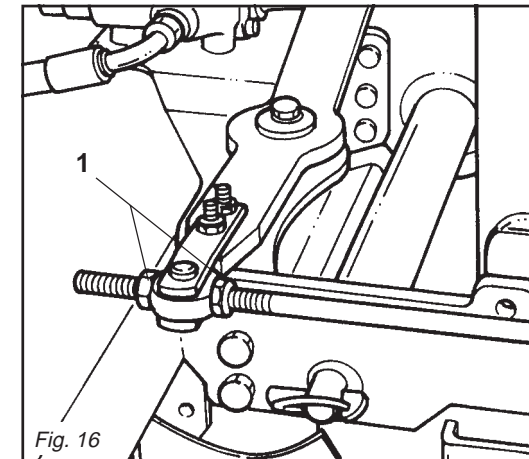

Fig. 16
- Allentare i dadi del perno filettato porta tastatore (1 Fig. 16).
- Serrare a fondo i dadi del perno porta tastatore (1 Fig. 16).
- *Loosen the nuts of the threaded pin holding the feeler (1 Fig. 16).*
- *Fully tighten the nuts of the feeler holding pin (1 Fig. 16).*
- Die Muttern (1 Abb. 16) der Gewindestange, die den Taster trägt, lockern.
- Die Befestigungsmuttern (1 Abb. 16) der Gewindestange wieder anziehen.
- *Desserrez les écrous de l'axe fileté porte-palpeur (1 Fig. 16).*
- *Serrez à fond les écrous de l'axe porte-palpeur (1 Fig. 16).*
- Aflojar las tuercas del perno roscado porta-palpador (1 Fig. 16).
- Ajustar bien las tuercas del perno porta-palpador (1 Fig. 16).